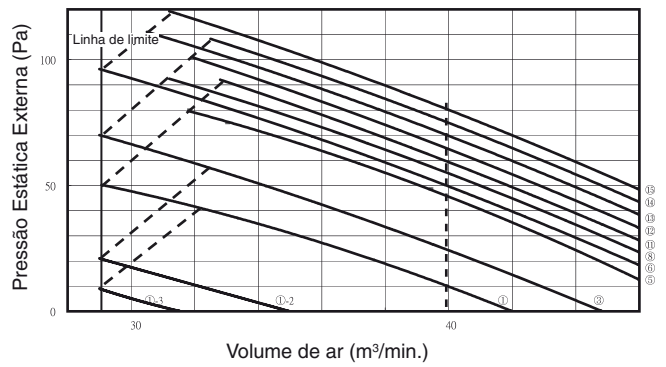

Fig.3-18
- (2) Se a definição foi efectuada correctamente, a verificação da operação será concluída em aproximadamente três minutos. As definições serão modificadas se estiver fora do intervalo de utilização (máx. 30 min). Se não for concluída em 31 minutos, verifique se a velocidade do ar está definida como “H”.
- (3) Consulte a tabela 3-4 e a Fig. 3-18 para obter mais informações sobre a relação entre o código de item “b0” e a pressão estática externa.
- (4) Quando definido no controlo de grupo (ligar várias unidades interiores a um telecomando com fios), defina cada unidade interior com o código de item “b0”.
- **Certifique-se de verificar se a pressão estática externa se encontra no intervalo de utilização e, em seguida, configure. O não cumprimento pode provocar fluxo de ar insuficiente ou fugas de água. Consulte a Fig. 3-18 para obter informações sobre o intervalo de definição da pressão estática.**
Consulte a tabela 3-4 e Fig. 3-18 e seleccione um valor entre "0001" e "0015".